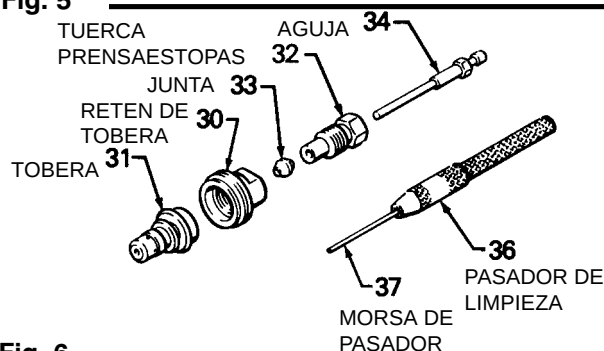

Fig. 6
11. **Instalar el kit de aguja/tobera en la pistola.** El kit de aguja/tobera incluye las piezas mostradas en la Fig. 6, excepto la morsa de pasador (36) que sujeta el pasador de limpieza (37), y el retén de tobera (30) que forma parte del conjunto pistola.